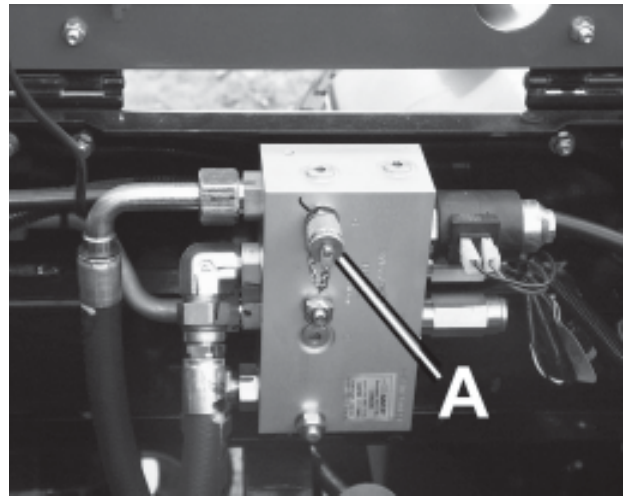

Abb. 7
PRÜFANSCHLÜSSE (Abb. 7, 8, 9):
1. Druck des Schneidtischantriebes: 221 Bar (A, Abb. 7)